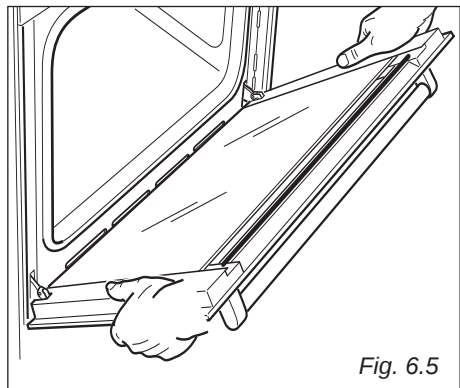

Fig. 6.5
- Hold ovnlågen som vist på Fig. 6.5.